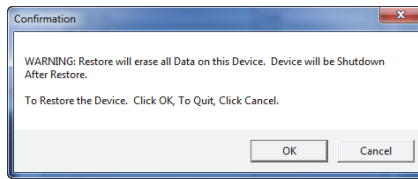

Figure 7-30 Boîte de dialogue Confirmation pour confirmer le lancement de la restauration
4. Lorsque la boîte de dialogue **Confirmation** apparaît (voir la Figure 7-30 à la page 224), cliquez sur **OK** pour lancer le processus de restauration.